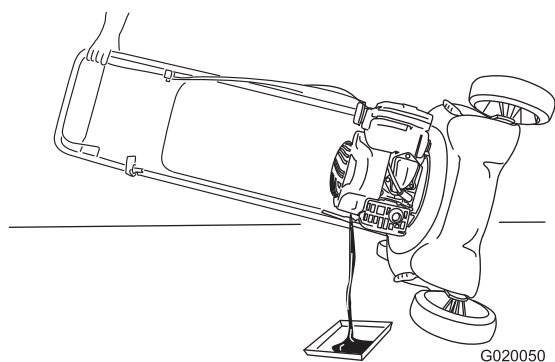

Figure 16
2. Inclinez la machine sur le côté, jauge en bas, puis retirez la jauge pour vidanger l'huile usagée par le goulot de remplissage (Figure 16).